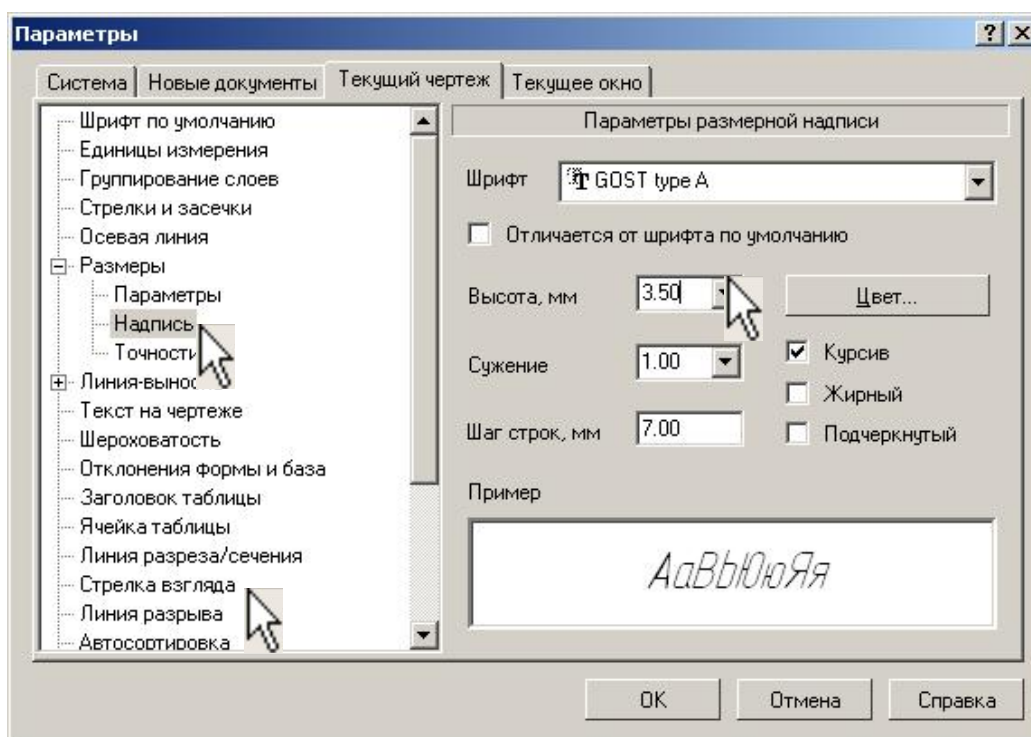

Рис. 52
15. Выполните настройку текущего чертежа. Из меню выберите **Сервис – Параметры – Размеры – Надпись**. Проставьте высоту «3,5», рис. 52. Для Стрелки взгляда проставьте высоту «7», рис. 52